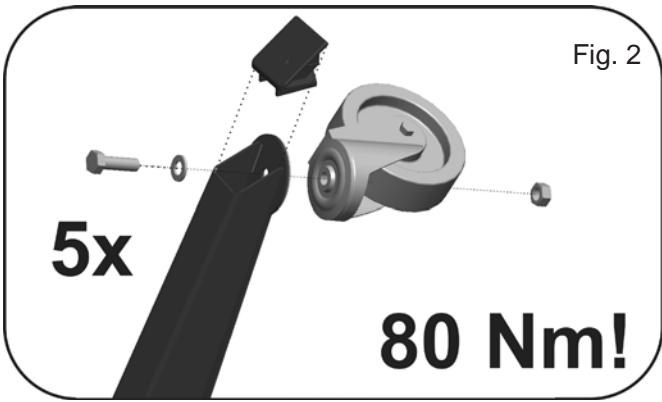

Fig. 2
3. Die Räder mit Schrauben, Muttern und Unterlegscheiben am Beinen montieren und mit 80 Nm anziehen (Abb.2).
3. Monter les roues sur les pieds avec la vis, le disque et l'écrou et serrer à un couple de serrage de 80 Nm (fig. 2).